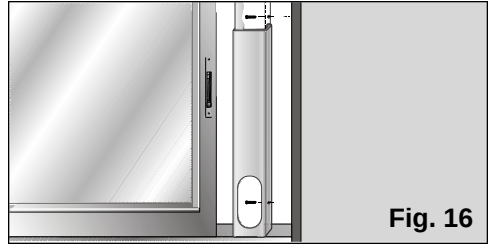

Fig. 16
- Per poterlo fissare nella finestra / balcone è munito di due fori laterali. Tramite due viti (non comprese nell'accessorio) l'utente potrà fissarlo sulla cornice o sul muro senza pericolo che possa muoversi o cadere dalla sua posizione, **Fig. 16**.